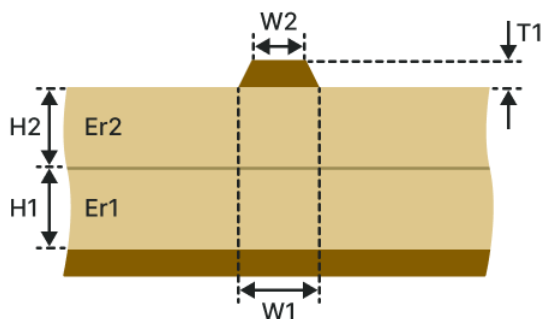

Рис. 131 Микрополосковая ЛП (М-2Н)
- Микрополосковая ЛП (М-2Н), см. Рис. 131.